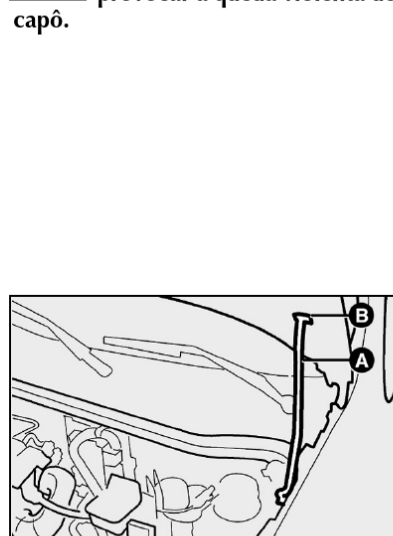

fig. 73
- 1) manter levantado o capô com uma mão e, com a outra, tirar a vareta A-fig. 73 da abertura B e repô-la no seu dispositivo de bloqueio;